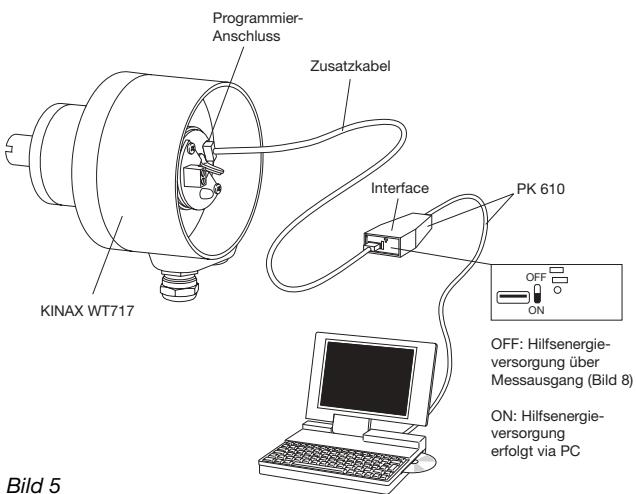
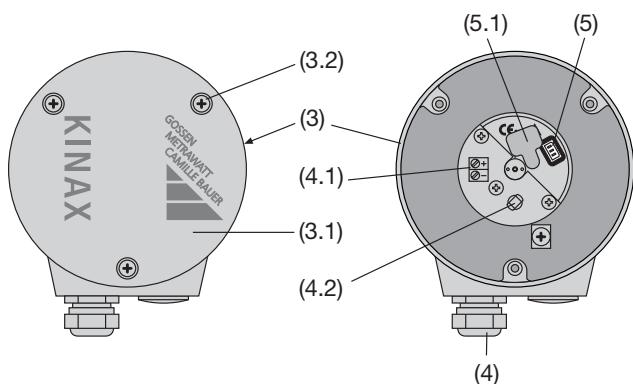

Bild 5
Bild 7. Rückenteil (3) mit Klemmen (4.1) und Stopfbuchse (4).
1. Deckel (3.1 in Bild 7) entfernen. Durch Abziehen des Gummi-Verschlusses (5.1) wird der Programmieranschluss (5) zugänglich (siehe Abschnitt "7.1 Leitungen anschliessen"). KINAX WT 717 nach Bild 5 mit der Programmierreinrichtung verbinden. Konfigurations-Software 2W2 starten. Gerät – wenn nötig – mit den gewünschten Messbereichsdaten konfigurieren.
1. Messumformer in Betrieb nehmen und gemäss Bild 5 an Programmiereinrichtung anschliessen (Schalter AUX am PK 610 auf OFF).